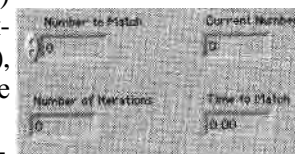

Рис. 6.38
2. Создайте лицевую панель, как показано на рис. 6.38. 3. Уменьшите точность элементов управления и отображения **Число для совпадения**, **Текущее число** и **Число итераций** до нуля, выбрав опцию